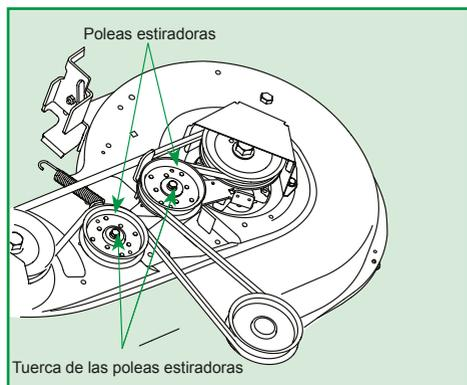

Figura 28
4. Solamente en la plataforma de 42" (107 cm), afloje pero no retire las tuercas de las poleas estiradoras. Esto permite que la correa sea fácilmente retirada. Ver la Figura 28;